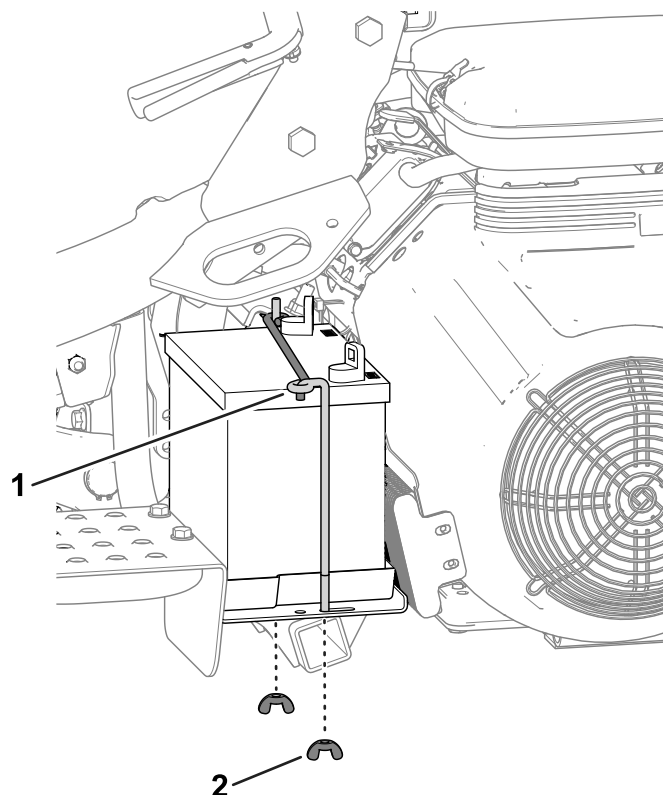

Figure 35
2. Retirez les écrous à oreilles et les tiges qui fixent la batterie à la plate-forme (Figure 35) et sortez la batterie.
5. Placez la batterie sur son support et fixez-la en place avec les tiges et fixations retirées précédemment (Figure 35).